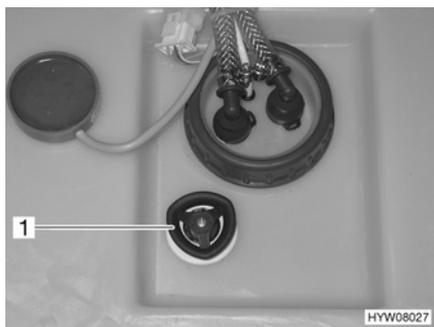

Fig. 104 Depósito de agua con tirador giratorio
- Girar el tirador giratorio (Fig. 104,1) del depósito de agua en sentido contrario a las agujas del reloj sobrepasando la resistencia, para abrir el orificio de salida completamente.